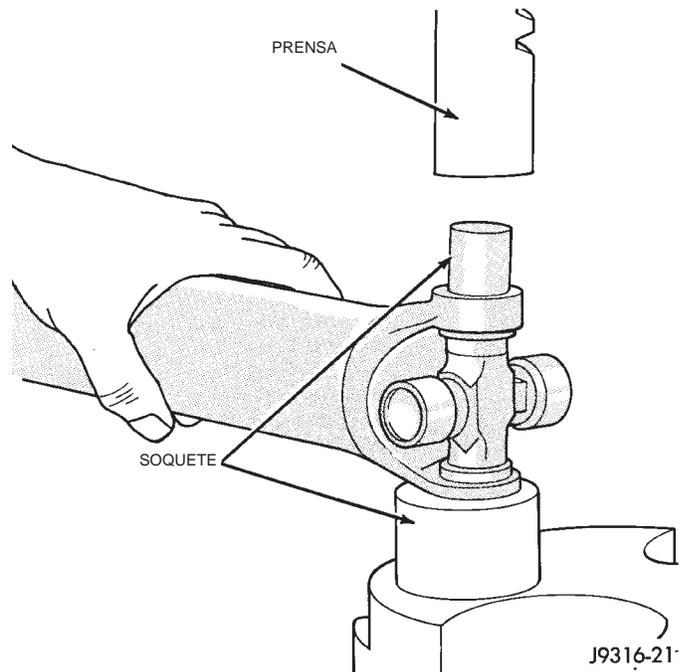

Fig. 15 Pressionando o Rolamento Para Fora
(4) Ajuste a forquilha em uma prensa ou morsa automática com um soquete cujo diâmetro interno seja largo o suficiente, para receber a tampa do rolamento posicionada abaixo da forquilha.
(5) Posicione a forquilha com a guarnição de lubrificação, se assim equipada, apontando para cima.
(6) Coloque um soquete com um diâmetro externo menor que a tampa do rolamento superior e pressione a tampa através da forquilha, para soltar a tampa do rolamento inferior (Fig. 15).